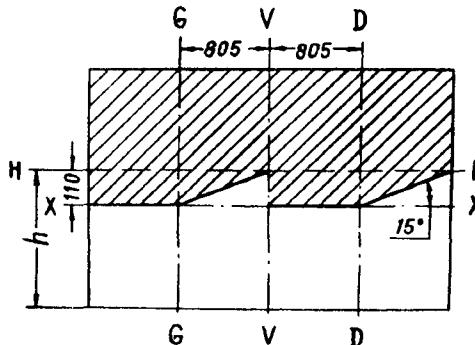

Рис. 13.20. Разметка экрана для регулировки фар:
- установить ненагруженный автомобиль на расстоянии 5 метров от экрана, на котором сделана разметка в соответствии с рис. 13.20. Ось автомобиля должна быть перпендикулярна экрану;